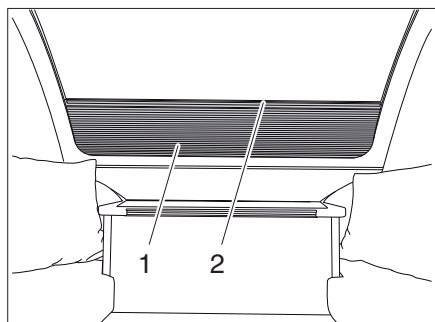

Fig. 39 Store occultant de la fenêtre avant
- Fermer:* ■ Tirer le store occultant vers le haut au niveau de l'encoche (Fig. 39,2).
- Ouvrir:* ■ Tirer le store occultant (Fig. 39,1) vers le bas au niveau de l'encoche (Fig. 39,2).